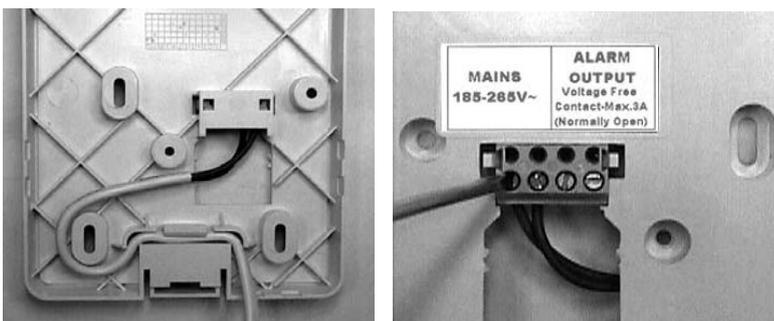

Figura 4.
El detector debe ser conectado directamente y de forma permanente a la red eléctrica de 230V conectando el cable de red en el borne de conexión situado en el soporte, en los 2 polos del lado izquierdo del conector marcados como "AC-INPUT 230V" (Ver Figura 4), dejando los 2 restantes marcados como "ALARM OUTPUT" para la conexión de una válvula de corte a 230V.
1. Conecte el cable de alimentación en el borne de conexión. (Ver Figura 4)